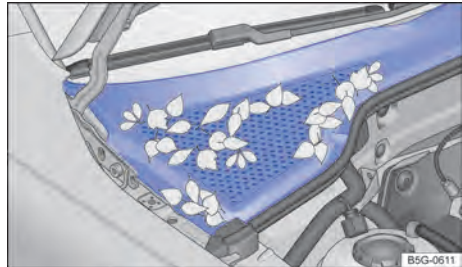

Fig. 212 Entre el vano motor y el parabrisas: caja de aguas (representación esquemática).
Caja de aguas, vano motor: Retire la hojarasca y otros objetos sueltos con un aspirador o con la mano → fig. 212 → ④. La limpieza del vano motor se debería encargar siempre a un taller especializado → ▲.